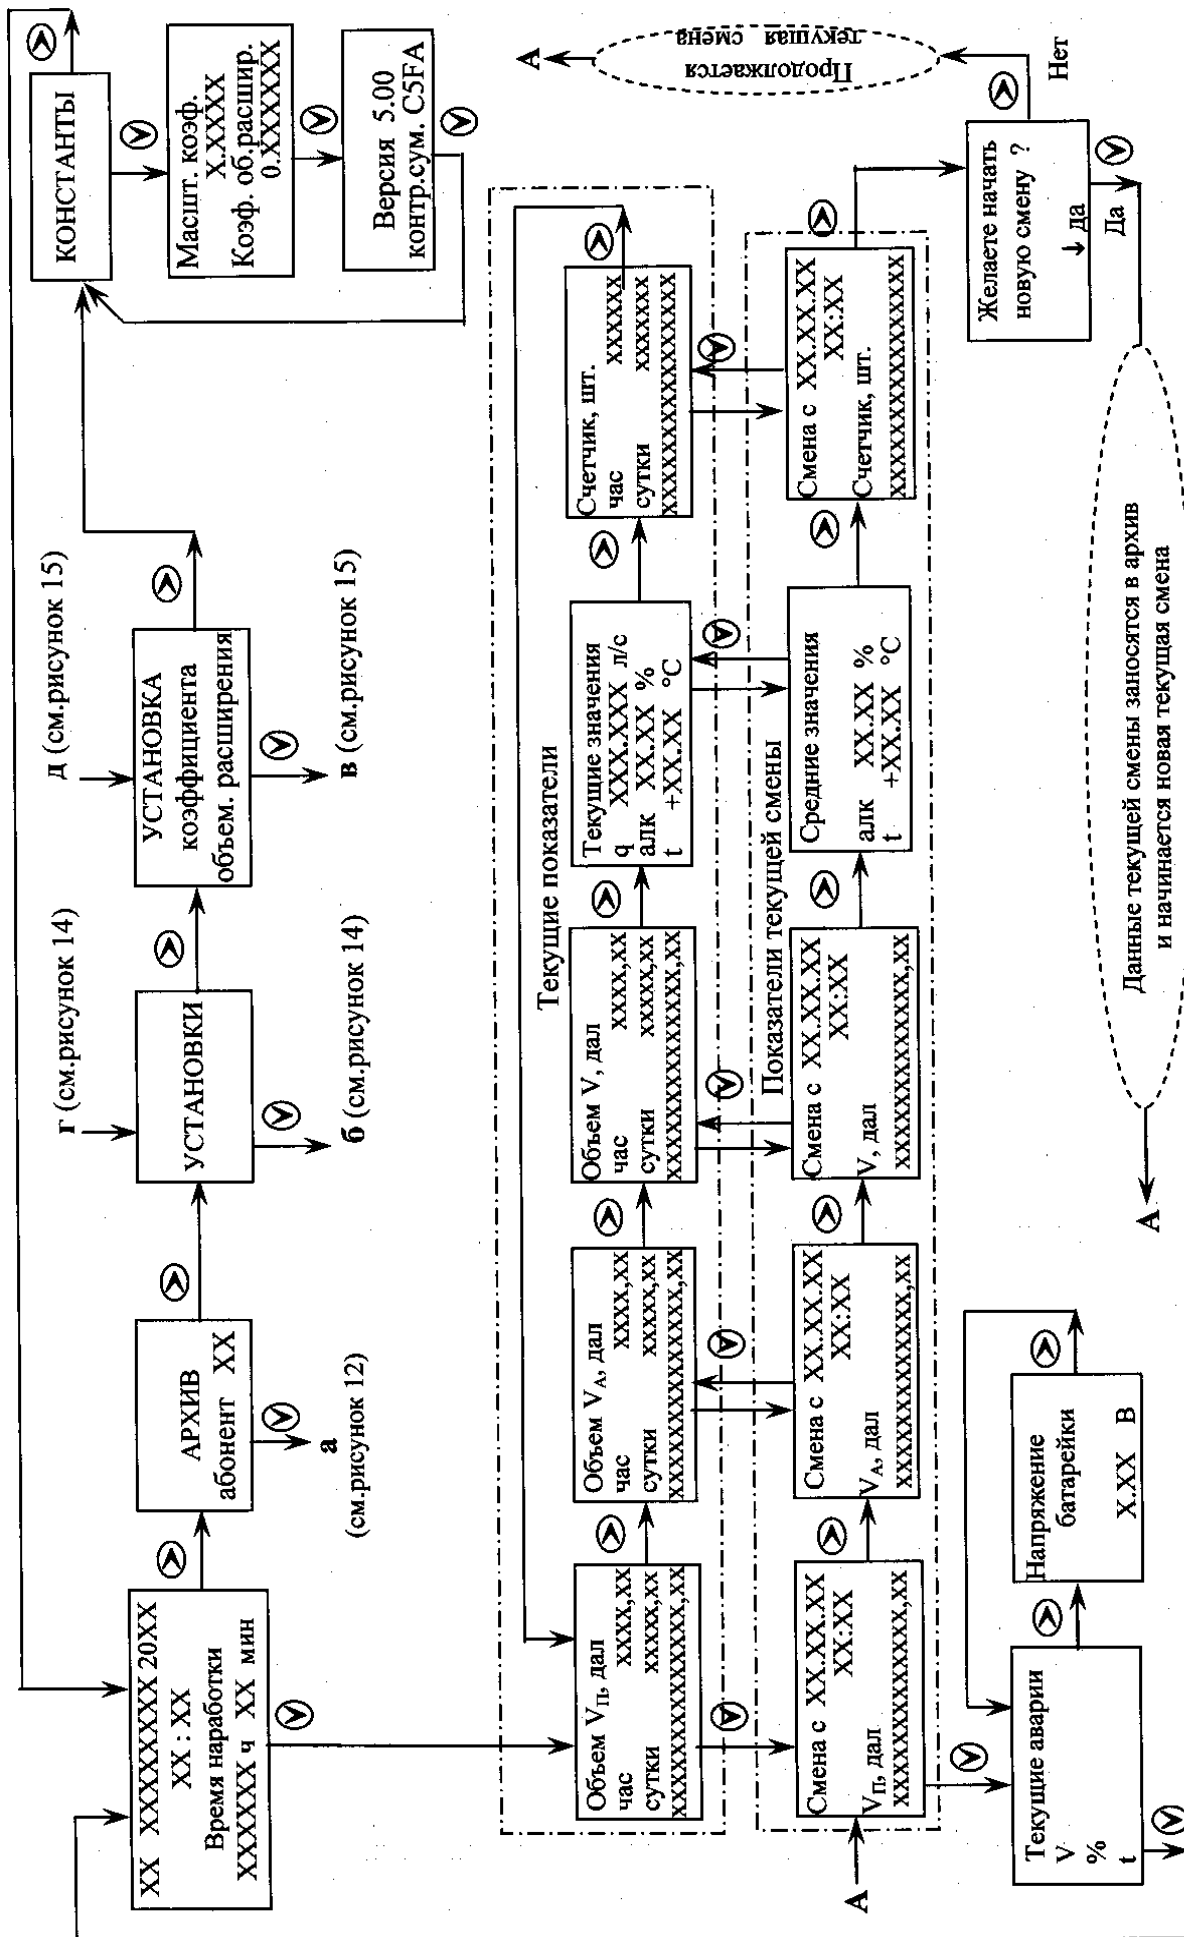

Рисунок 11 - Основное меню
2.2.2.5 Зайти в подменю "Константы" (см. рисунок 11): если продукция, параметры которой предстоит контролировать, имеет коэффициента объемного расширения, отличающийся от выведенного на индикатор СВ, то этот коэффициент следует изменить (см. указания п.п.2.2.4.1-2.2.4.4.7).
2.2.4.4 В **Основном меню** (см. рисунок 11) выводятся результаты измерений по состоянию на текущий момент, показатели текущей смены и коды нештатных ситуаций (аварий), диагностированных СВ.
2.2.4.5 В **подменю "КОНСТАНТЫ"** (см. рисунок 11) выводятся значения масштабирующего коэффициента, коэффициента объемного расширения измеряемой среды, записанные в память СВ, номер версии программы в СВ и контрольная сумма. Изменить в этом подменю ничего нельзя, оно информационное.
Архив за смену создается и уничтожается пользователем при просмотре показателей текущей смены (см. рисунок 11, область "показатели текущей смены"):